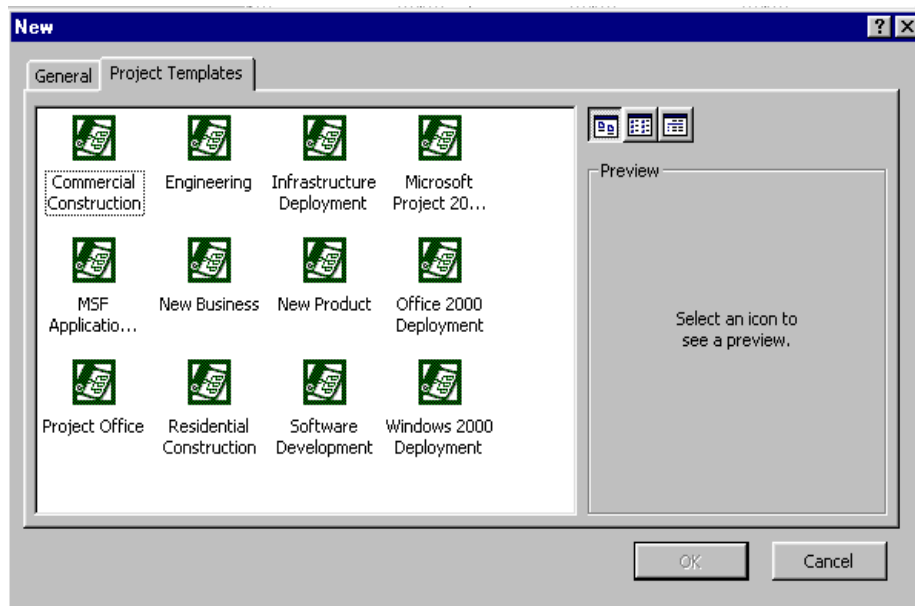

Fig. 1.2 Caseta de dialog “New”
1. Din meniul **File** se selectează comanda **New** după care **MP** va afișa caseta de dialog **New** (Fig. 1.2)